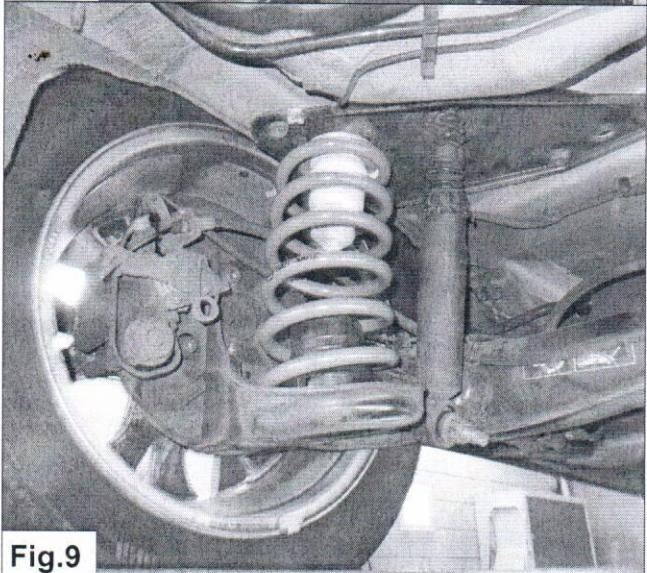

Fig.9
9. Zet de auto op zijn wielen en monteren de onderste schokdempersbevestiging en de hoogtesensoren. *Zie Fig. 9.*
9. Put the car back on it's wheels and mount the lower shock absorber fastening and the hight sensors. *See Fig. 9.*
9. Setzen Sie das Auto wieder auf die Räder und montieren Sie die unteren Stoßdämpfer Befestigung und die Höhe Sensoren. *Siehe Fig. 9.*
3. Replacez le véhicule sur les roues et remontez la fixation inférieure de l'amortisseur et les capteurs hautes. *Voir Fig. 9.*
3. Hissan ner bilen på marken igen och montera tillbaka den nedre stötdämpar bulten och hönsensorerna. *Se Fig. 9.*
9. Baje el vehículo sobre las ruedas y monte la fijación inferior del amortiguador y los sensores de altura. *Ver Fig. 9.*